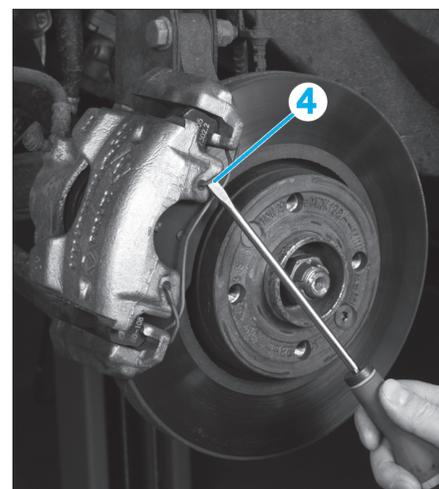

Fig. 6
- Déposer le ressort (4) (Fig.6).